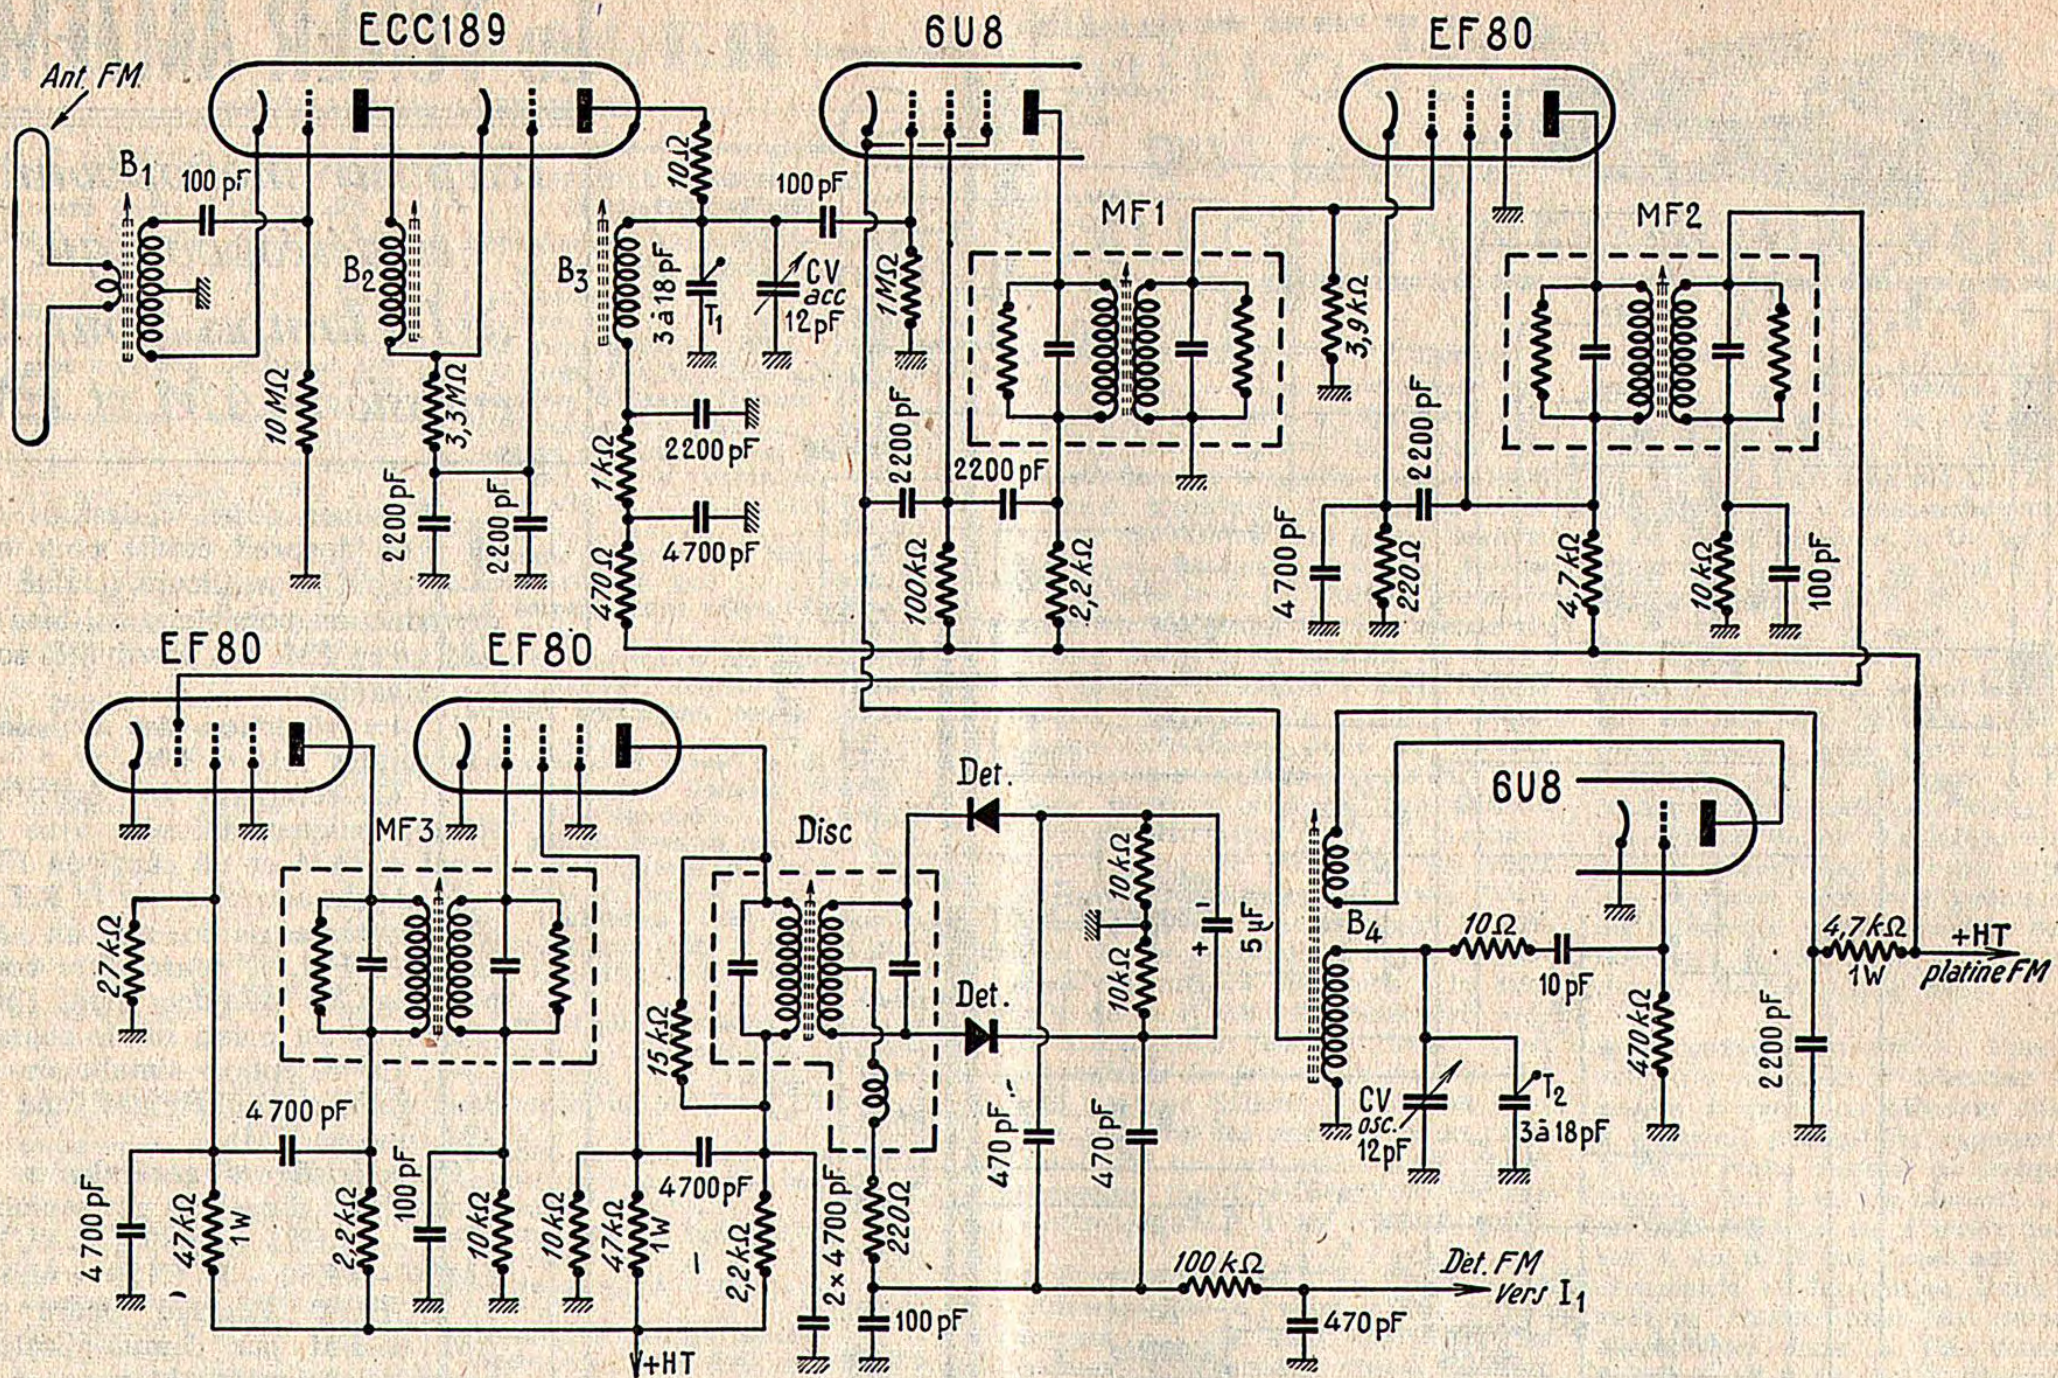

FIG. 2. — Schéma de la platine FM précablée.
Le schéma de la partie FM (figure 2) est sensiblement le même que celui du tuner FM Gaillard précédemment décrit dans ces colonnes (1). La double triode 6BQ7 a été remplacée par la double triode ECC189, à grille cadre, dont la pente est supérieure. L'oscillateur, équipé de la partie triode de la triode-pentode 6U8, n'est plus du type à couplage cathodique, mais comporte un enroulement plaque de réaction, couplé au bobinage oscillateur B₁.